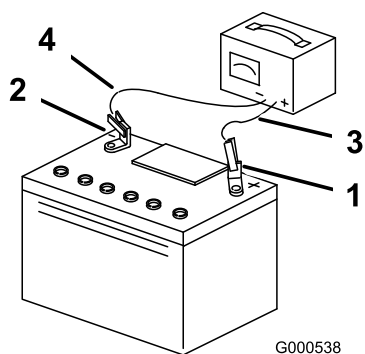

Figura 45
5. Cuando la batería esté completamente cargada, desconecte el cargador del suministro eléctrico, y desconecte los cables del cargador de los bornes de la batería (Figura 45).